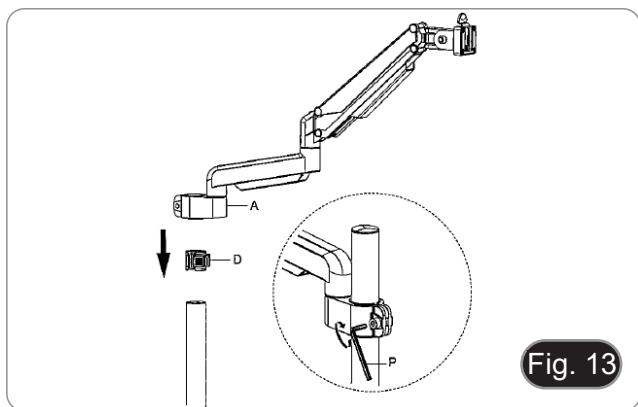

Fig. 13
6. Setzen Sie den Kabelhalter (D) in die Säule ein.
7. Setzen Sie den flexiblen Arm (A) ein und ziehen Sie die Befestigungsschraube an. (Fig. 13)